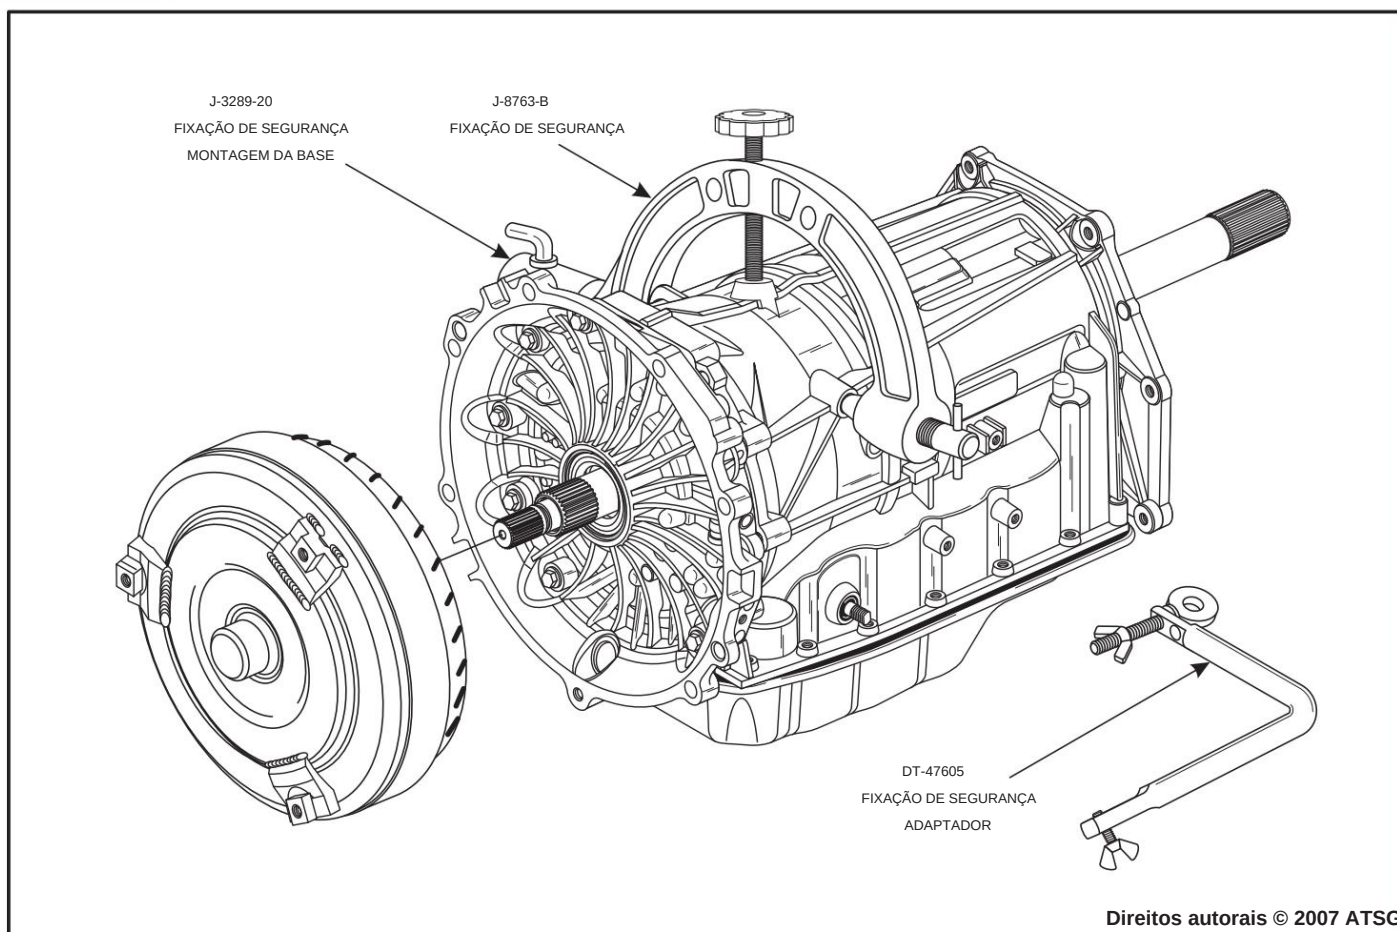

Figura 178
56. Instale o conversor de torque na transmissão, com um movimento giratório até engatar totalmente nas estrias e no rotor da bomba de óleo, conforme mostrado na Figura 178.